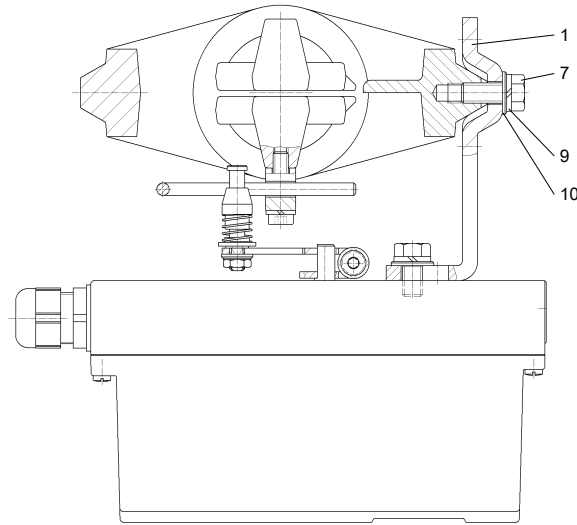

图 16: 带肋条的执行机构上定位器的安装
- 图 16：使用固定角架将定位器固定到执行机构上，使得销（4）在 U 型卡规（2）内部穿过。